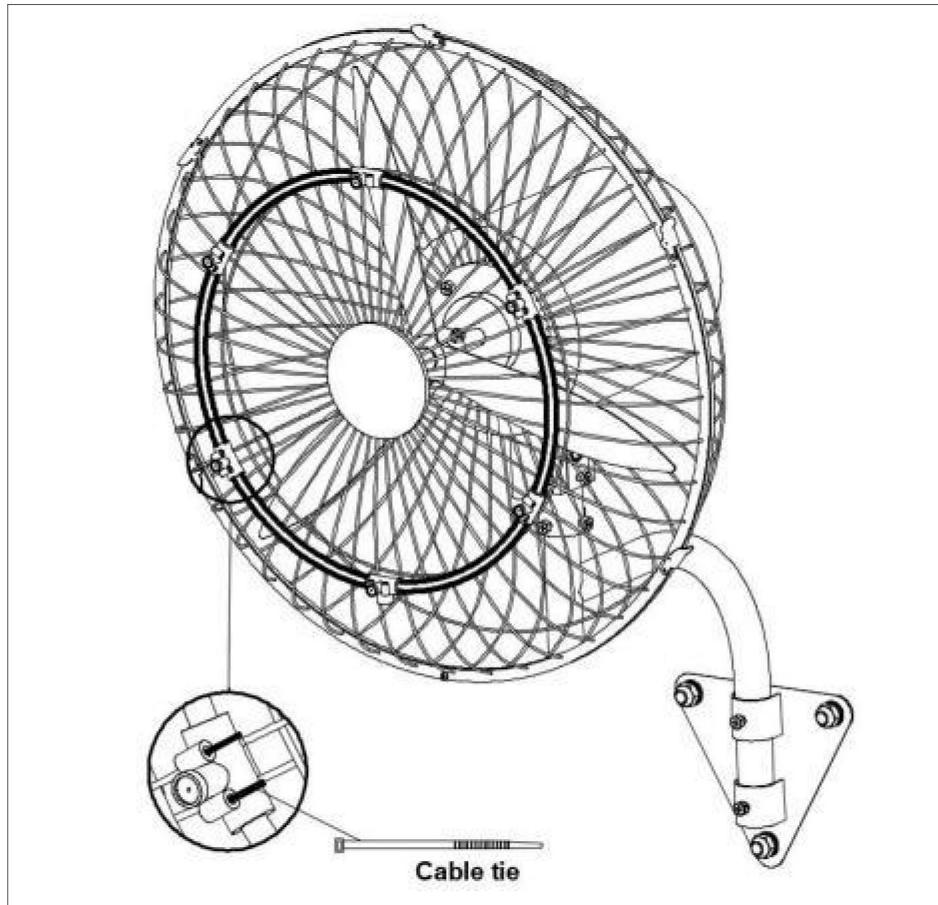

Abb.10.
- 1). Installieren Sie das Sprührohr an der Frontgitterabdeckung und befestigen Sie es mit einem Kabel Krawatte. Siehe (Abb. 10.)